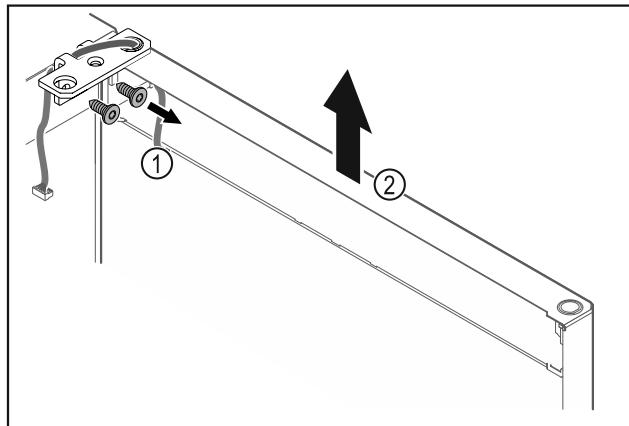

Fig. 19
- Відкрутити шарнірний кутик Fig. 19 (1).
- Дверцята з шарнірним кутиком Fig. 19 (2) приблизно на 200 мм прямо підняти вгору і зняти.